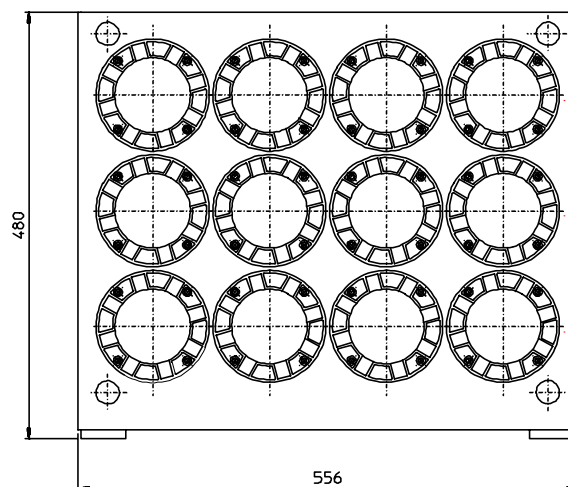

Рис. 1
- Вставить упор инструмента в комплект кулачков на столе для кулачков, повернуть инструмент по часовой стрелке и вытянуть весь комплект (Рис. 1).